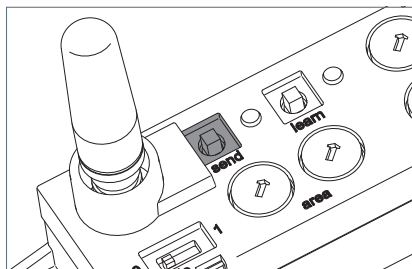

Fig. 27: Tasto "send".
- Premere il tasto "send" e tenerlo premuto per almeno cinque secondi, vedi Fig. 27.